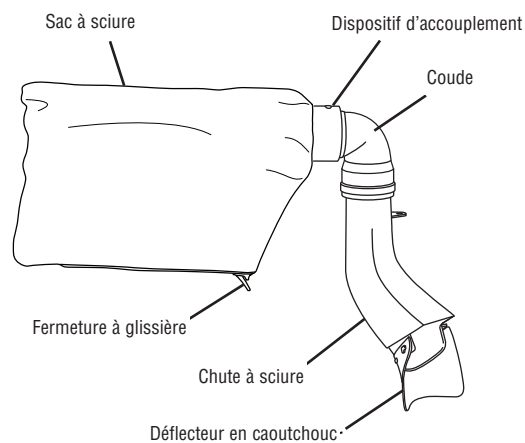

Figure 7
**Nettoyage du sac à sciure** – Lorsque le sac à sciure sera plein aux 2/3 ou aux 3/4, détachez-le de la scie. Placez le sac dans un récipient approprié et ouvrez la fermeture à glissière située au fond du sac. Tenez le sac par son extrémité d'accouplement et secouez-le vigoureusement jusqu'à ce que toute la sciure et tous les débris en soient tombés. Fermez ensuite la fermeture à glissière et rattachez le sac. REMARQUE : nettoyez le sac à la fin de l'opération de coupe et avant de transporter la scie ou de la ranger (voir Figure 7).